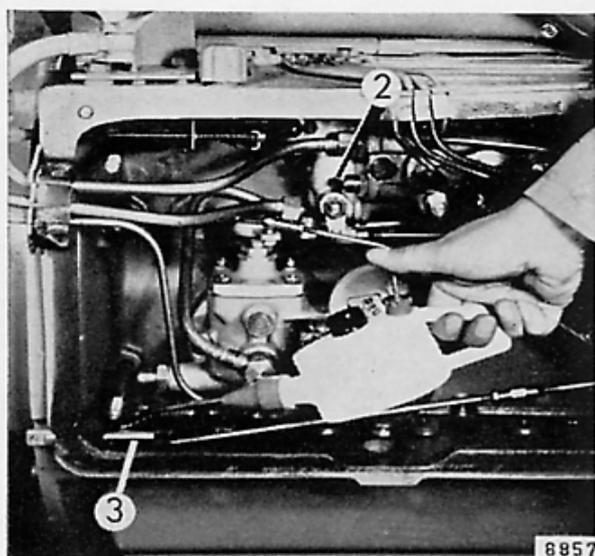

Fig. 36
toutes les 240 heures de marche (à chaque deuxième vidange). Après avoir enlevé le couvercle latéral – Figure 36 – faites couler un peu d'huile par le raccord (3).